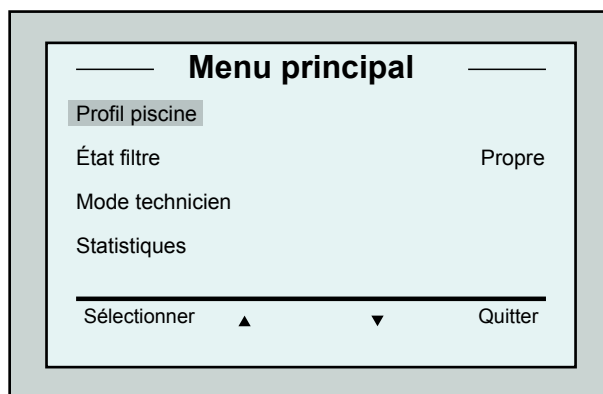

Figure 6 : *Menu principal*
2. Appuyez sur **Menu** pour accéder au *Menu principal* (Figure 6).